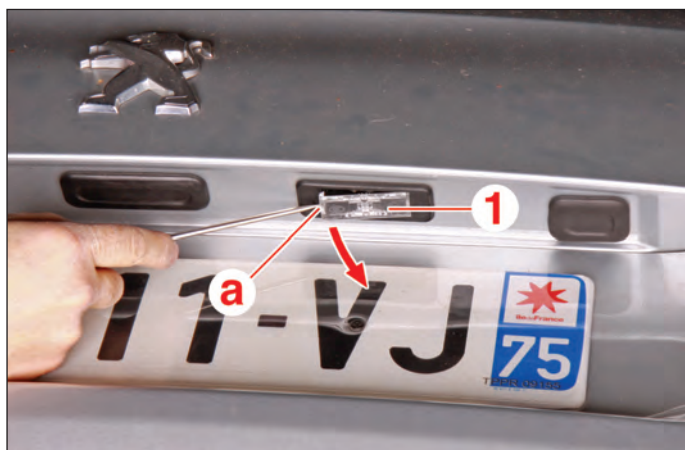

FIG.1
- Introduire un tournevis plat en (a) et faire levier pour sortir la plaque transparente (1) (Fig.1).